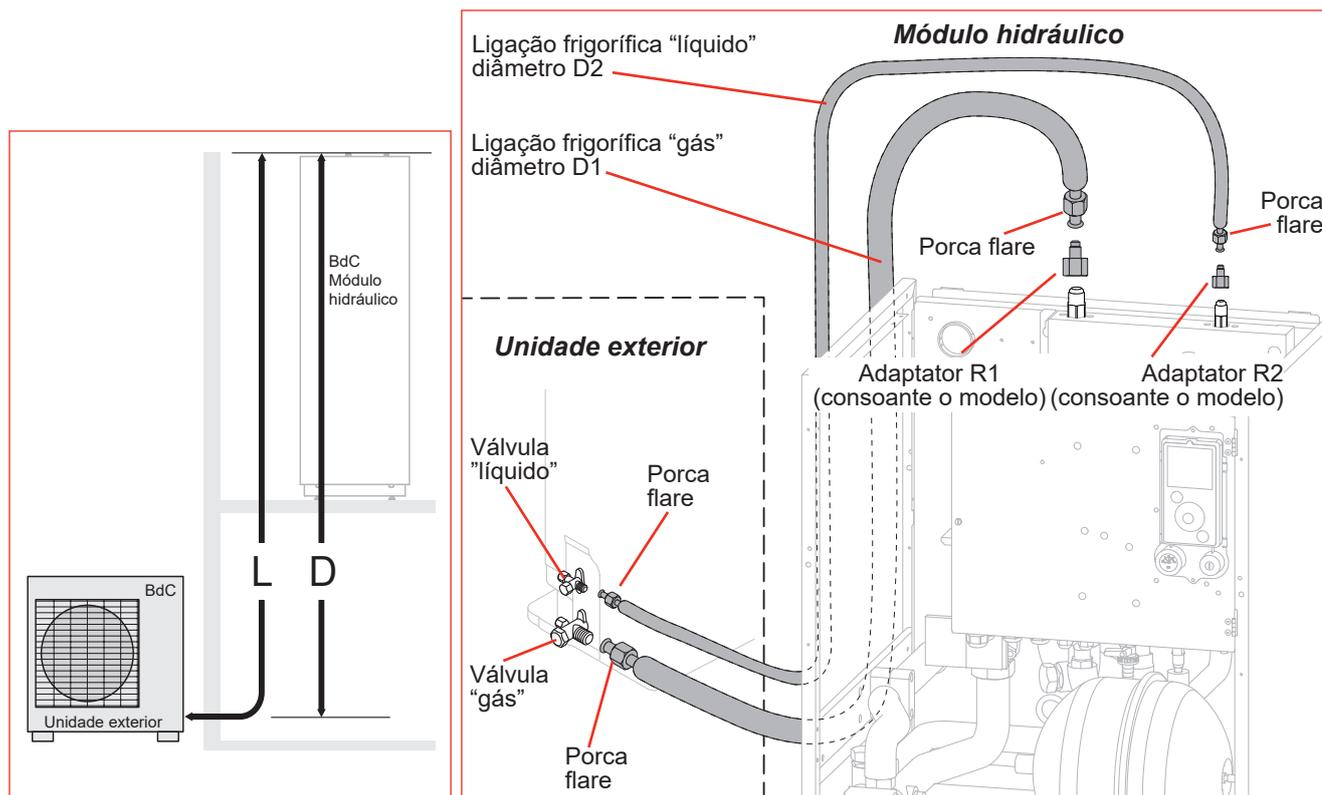

fig. 20 - Junção das ligações flare (diâmetros e comprimentos permitidos)
- Consoante o caso, ligue um adaptador (redução) 1/4"-3/8" ou 1/2"-5/8" (ver fig. 20).